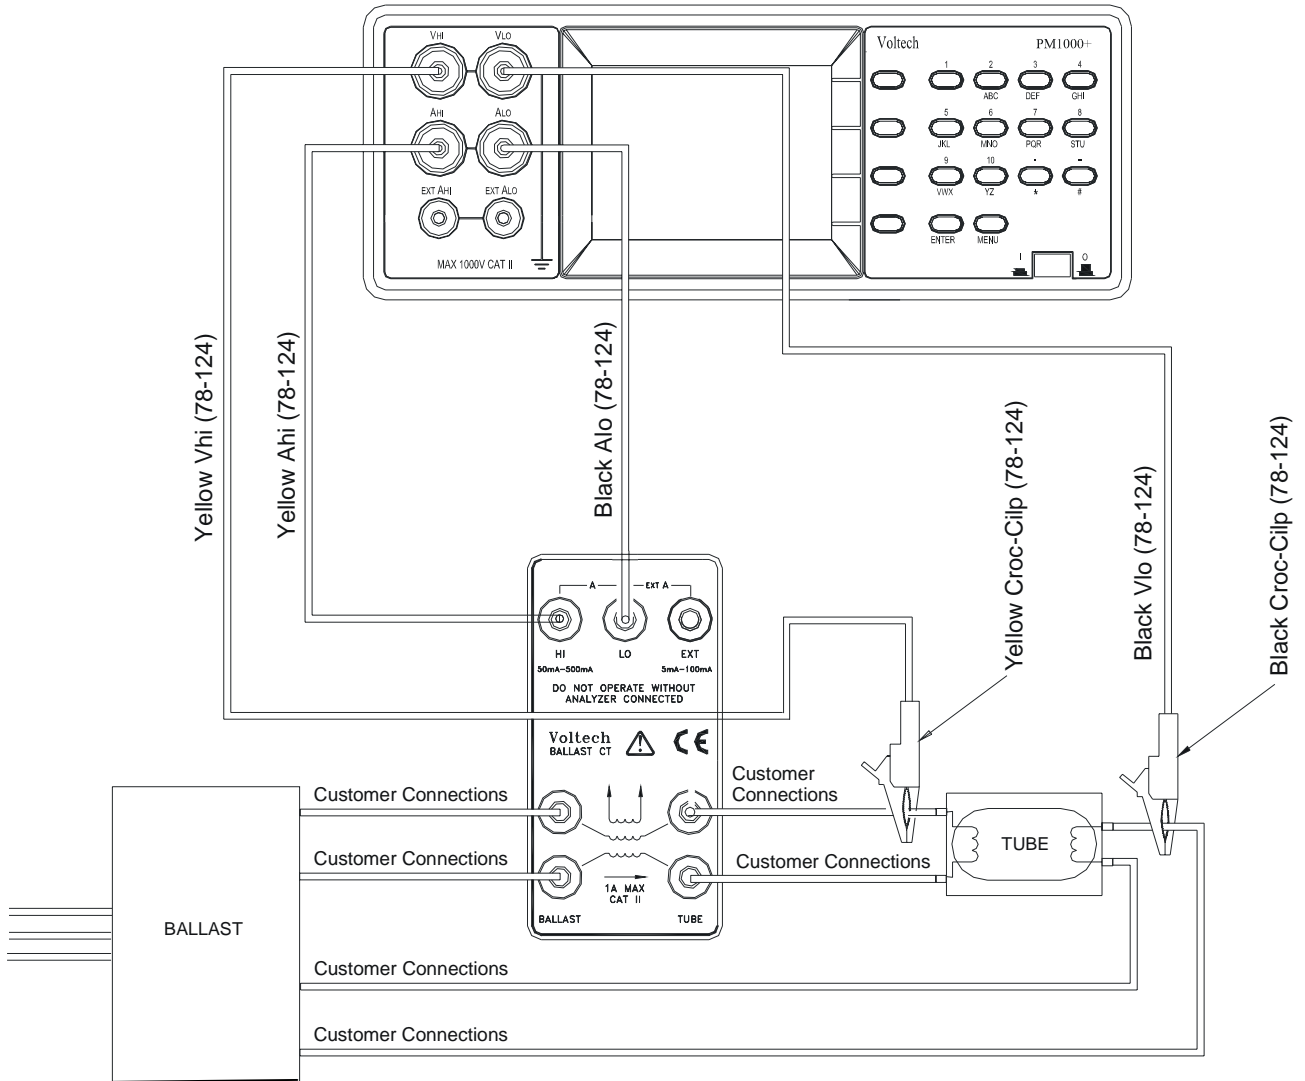

图 3
- 客户提供的导线连接整流器到灯管, 如图 3.
连接照明整流器如上图 (图 3).